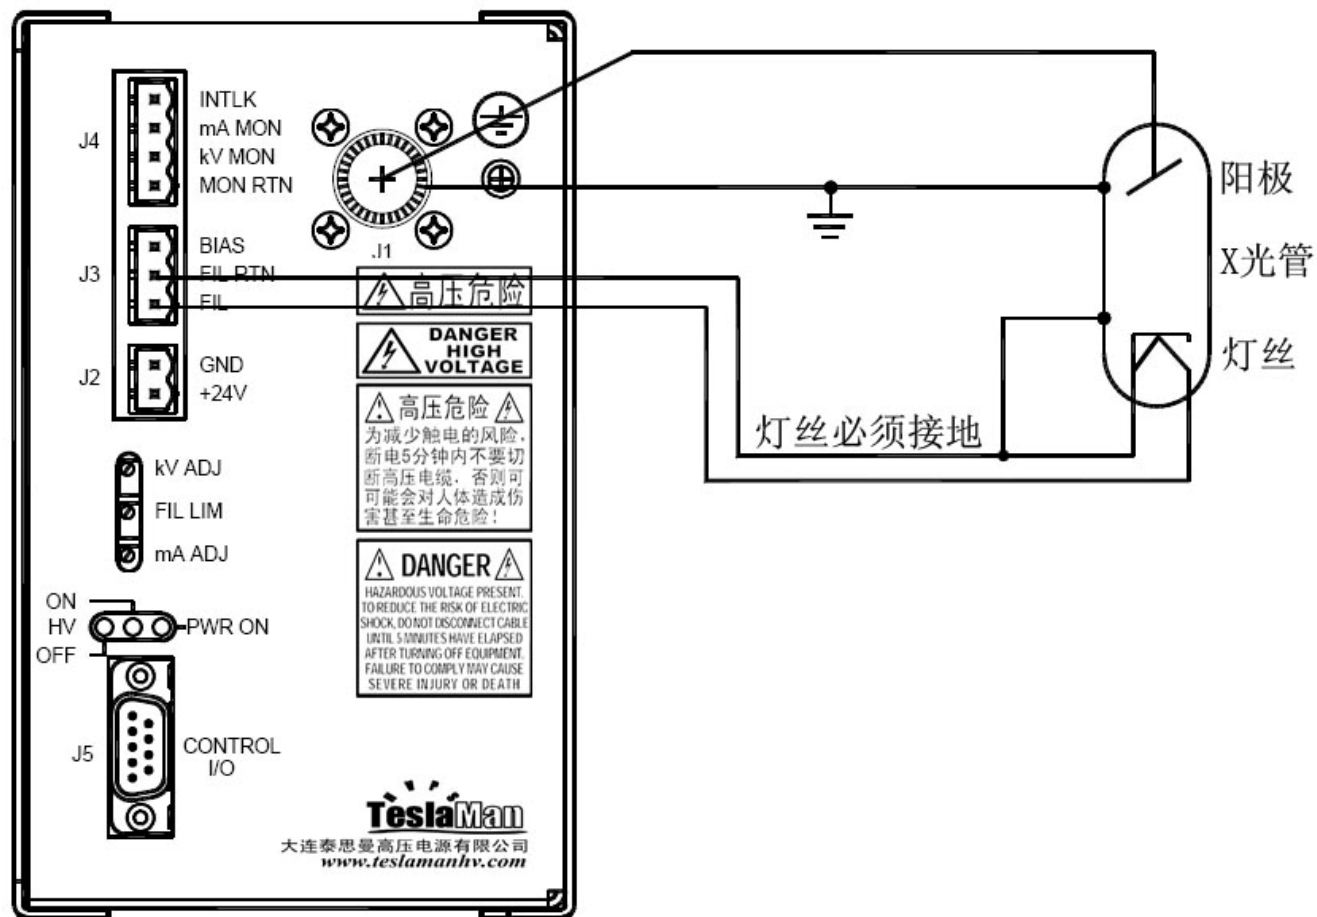

图 3.1 典型工作接线图
- B) 良好的接地技术：高压电源的外壳必须良好接地，可直接用铜导线将电源的接地柱和地线相连，典型的接地方法见图 3.1。